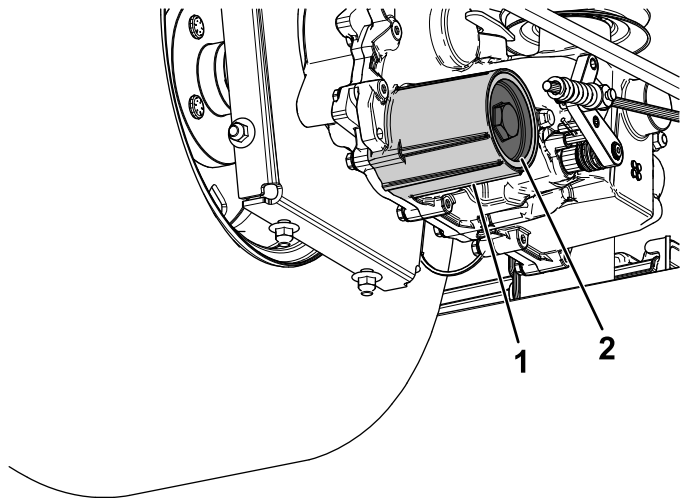

Figura 94
7. Retire la tapa del filtro de fluido hidráulico del transeje para vaciar el fluido (Figura 94).